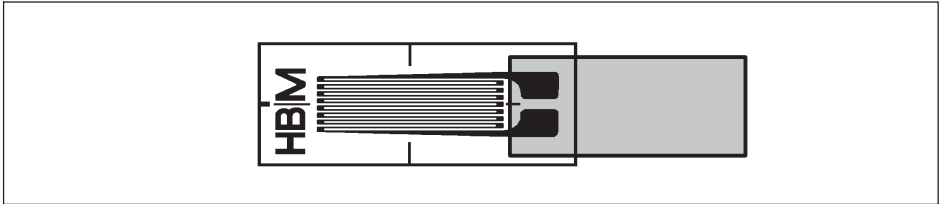

Fig. 6.3 Charnière sur jauge sans pattes de raccordement
- Pour les jauges sans pattes de raccordement, réaliser la charnière comme indiqué sur la Fig. 6.3 (sans cosses relais supplémentaires).